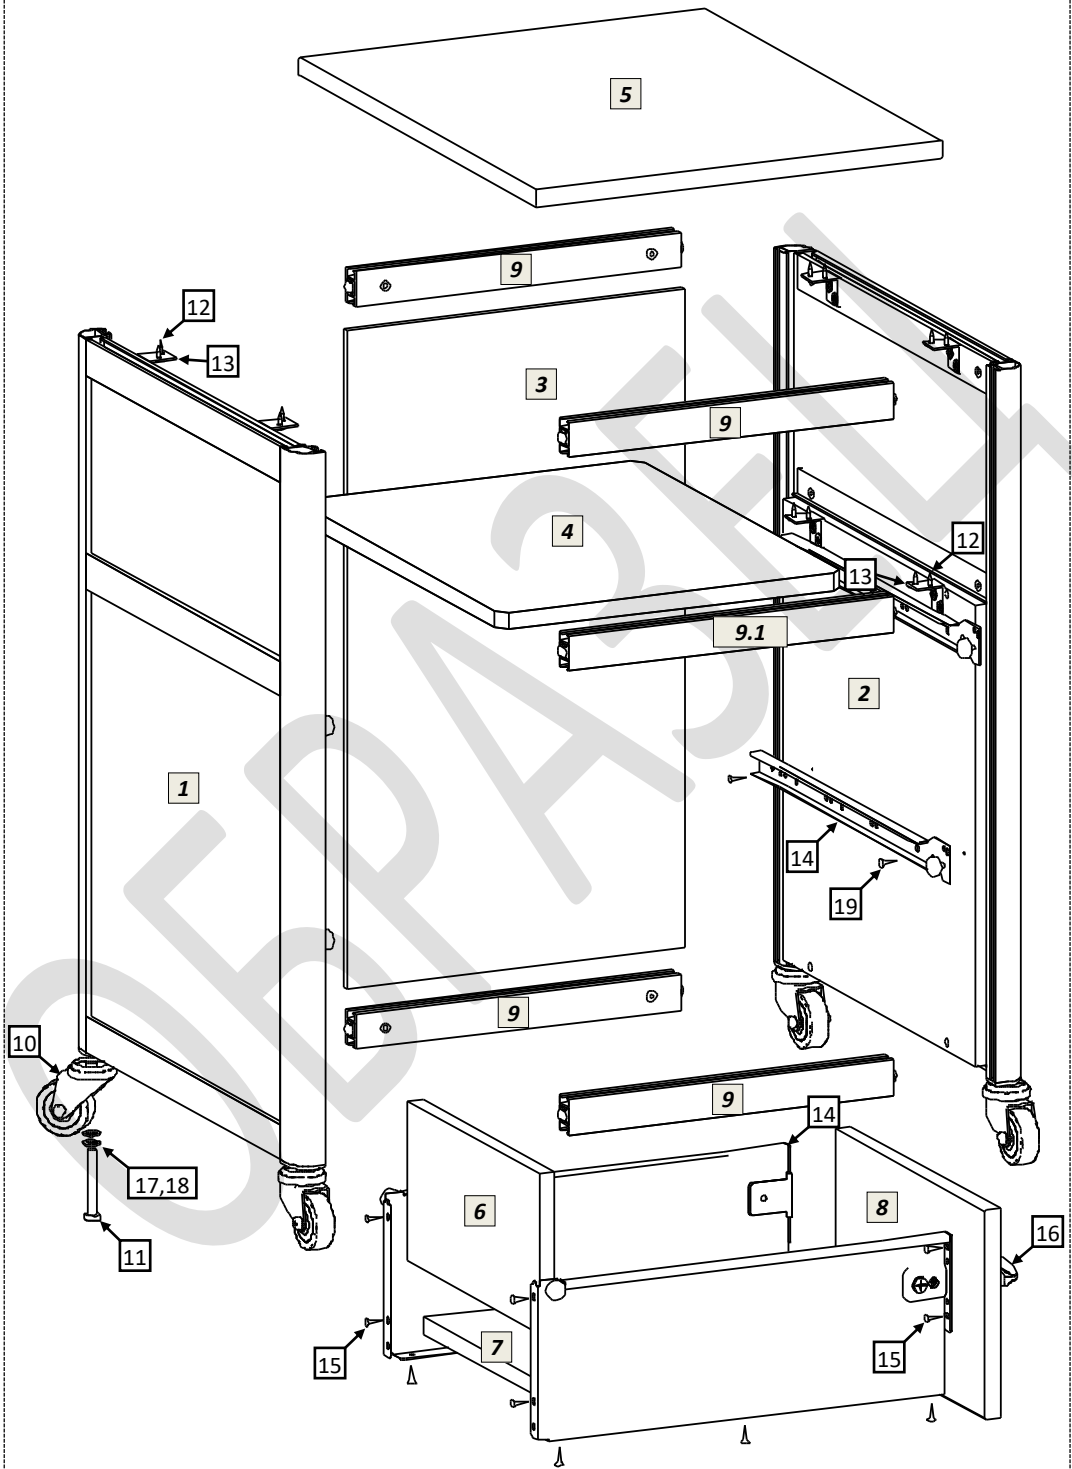

рис.1
- 5.1 Распаковав тумбу, внимательно ознакомьтесь со схемой сборки, изображённой на рис.1. Согласно позициям на схеме и комплектовочной ведомости определите расположение деталей в изделии и порядок их сборки. Сборка производится на ровном полу, укрытом материалом, предотвращающим повреждение покрытия пола и деталей мебели. Подготовьте необходимые для сборки инструменты – плоскую и крестовую отвёртки, молоток, рулетку или линейку, гаечный ключ 13мм для установки колёсных опор, шуруповёрт.
- 5.4 Сборка выдвижных ящиков. Схема сборки ящика показана на рис.1. Шурупами 4x16 соедините заднюю стенку, днище ящика и его фасад с металлическими боковинами направляющего механизма. На фасад ящика установите ручку.